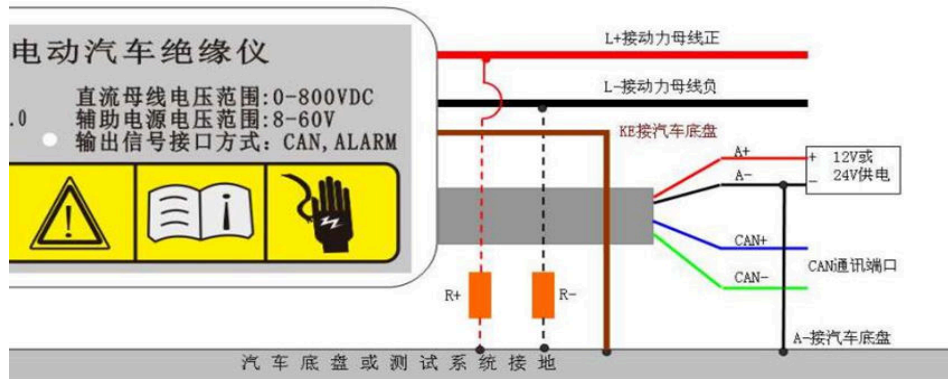

图 2 实际应用图
1. 按照图 2 所示正确接线，其中 R+/R-为模拟漏电阻；建议接入电阻 R+/R-额定功率不小于 5W。